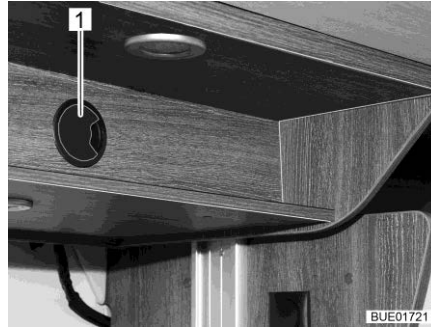
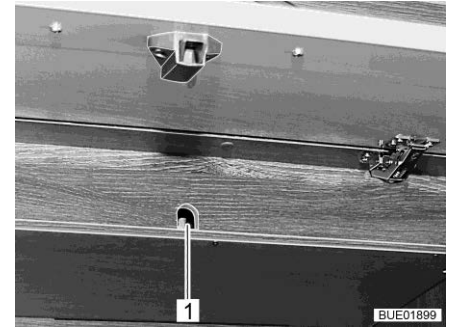

Fig. 144 Accès à l'entraînement (Ixeo Time)
Fig. 145 Accès à l'entraînement (Lyseo Time)
- S'il y en a un, retirer le couvercle de l'ouverture d'accès (Fig. 144,1 ou Fig. 145,1).